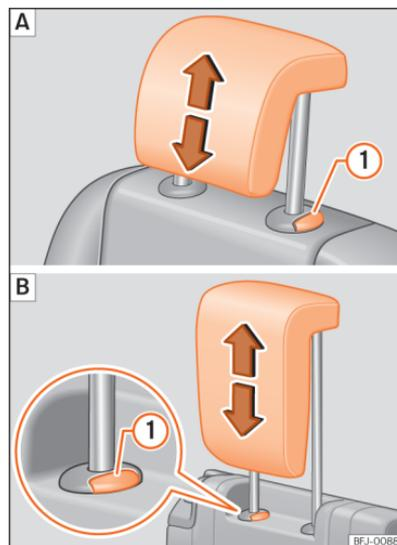

Fig. 95 Encosto de cabeça traseiro: ajuste do encosto de cabeça.
seiros é apenas necessário pressionar o botão »» Fig. 95 ① para baixá-los »» ⚠ em *Introdução ao tema* na página 121.